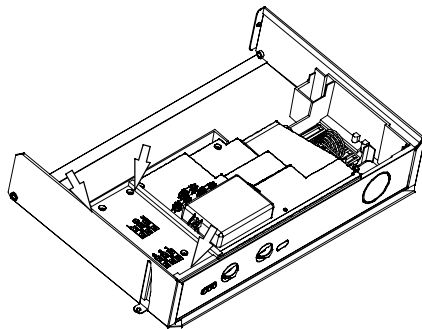

fig. 8.2
- 7 Svitare le viti e rimuovere il coperchio copri morsettiera fig. 8.2